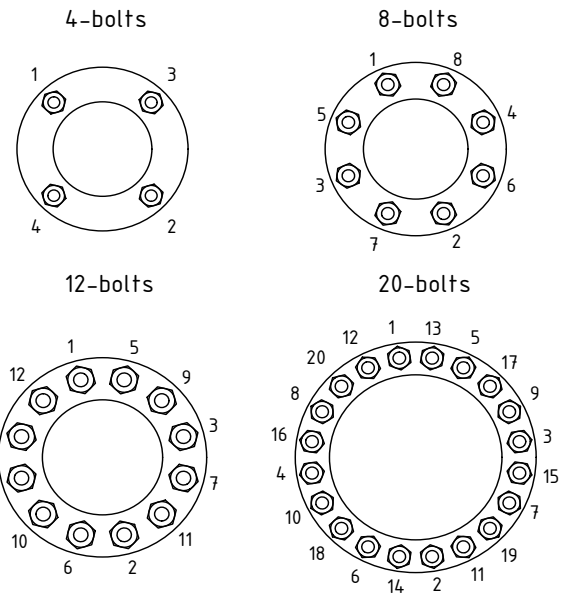

图 7
19. 在阀体的凹槽中安装螺旋形的阀体垫圈 (5)。
20. 将阀体 (#1) 和阀尾 (#2) 连接起来 (两侧的字母朝向相同), 按照图 7 所示的交叉模式安装并拧紧阀体螺柱螺母。